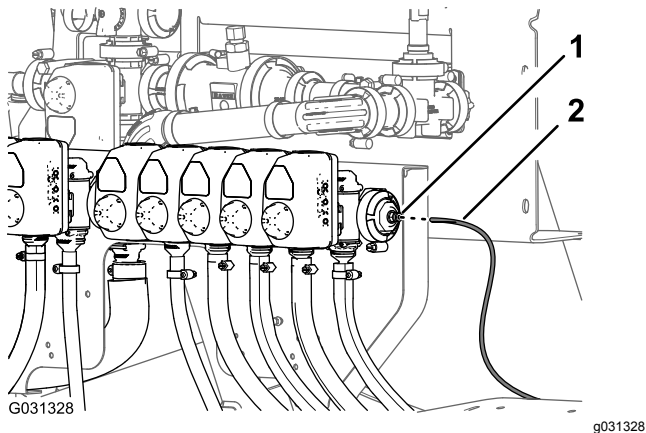

图139
1. 将仪表板内压力计压力传感管塑料的末端与管子连接器的锁环对齐 图139。
2. 将传感管插入锁环直至管子完全入位 图139。